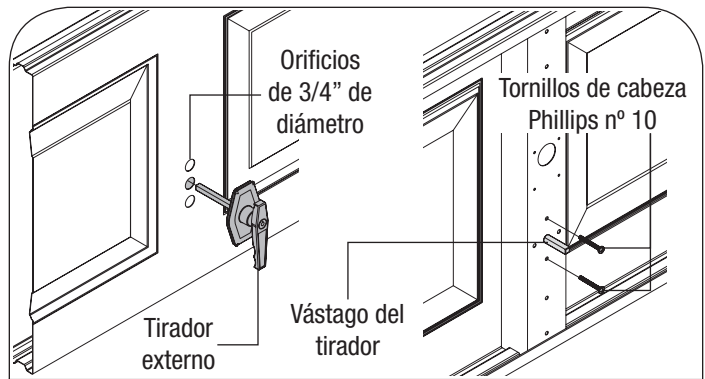

FIG. 4
EN LAS PUERTAS DE LAS 8000/8100/8200, (VER FIG. 4): Alinee el conjunto del tirador externo con el tirador orientado hacia el piso e inserte el conjunto a través de los orificios de 3/4" de diámetro previamente taladrados en la sección. Asegure el tirador externo de la cerradura a la sección con (2) tornillos de cabeza Phillips N° 10.